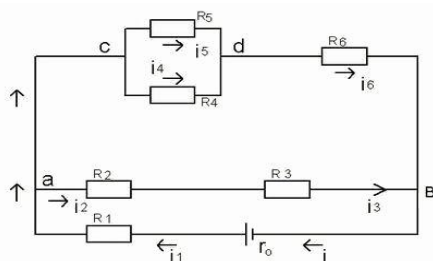

рис. 1
2. В схеме, приведенной на рис. 1, известны параметры источника и резисторов.
Напряжение  $U_{cd}$  (схема рис. 1):  $U_{cd} = I_{456} \cdot R_{45} = 1 \cdot 20 = 20 \text{ В};$